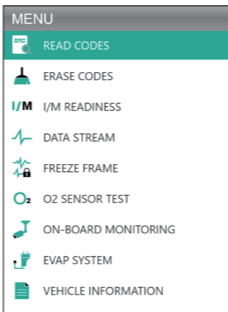

Figura 3.2.2
2. Per recuperare i DTC, selezionare Leggere Codici (Vedi Figura 3.2.2), e premere [OK]. Lo strumento di scansione comunicherà con la centralina elettronica e vi presenterà i DTC.